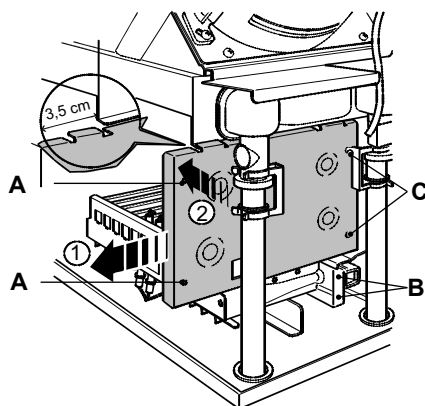
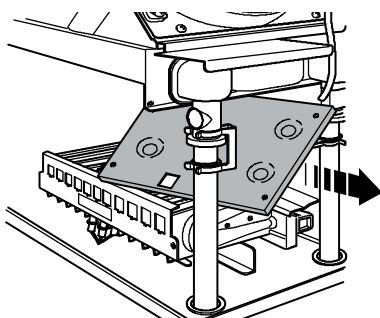

Figura 8.1
Figura 8.2
- Svitare le viti A (Figura 8.1) e spostare verso sinistra il pannello laterale della camera di combustione.
- Svitare le viti B (Figura 8.1) e togliere il deflettore.
- Svitare le viti C (Figura 8.1) e rimuovere il pannello anteriore della camera di combustione sfilandolo lateralmente per circa 3,5 cm, ruotandolo all'interno della camera di combustione e poi sfilandolo frontalmente (Figura 8.2).